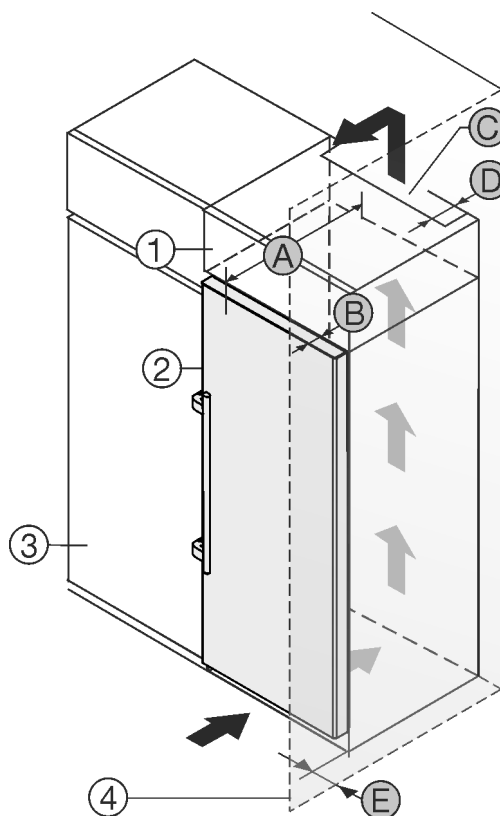

Fig. 1
- (1) Rátétszekrény
- (2) Készülék
- (3) Konyhaszekrény
- (4) Fal
- (A) Készülék mélysége
- (B) Ajtó mélysége
- (C) Szellőzés keresztmetszete
- (D) Készülék hátsó oldalának távolsága
- (E) Távolság a készülék oldalától
A készülék közvetlenül a konyhaszekrény Fig. 1 (3) mellé állítható.
A rátétszekrény hátoldalán egy megadott mélységű Fig. 1 (D) szellőzőaknát kell kialakítani a rátétszekrény teljes szélességében.
A mennyezett alatt be kell tartani a szellőző keresztmetszetet Fig. 1 (C).
Ha a készüléket a zsanérjaival a fal Fig. 1 (4) mellé állítja fel, legalább 57 mm távolságot kell tartani a faltól. Ez a fogantyú túlnyúlásának felel meg, amikor kinyitja az ajtót.
Ahhoz, hogy az ajtót teljesen ki tudja nyitni, a készüléknek a konyhaszekrény első oldalához képest legalább az ajtó mélységének Fig. 1 (B) megfelelően ki kell állnia. A konyhaszekrények Fig. 1 (3) mélységétől és a fali távtartók használatától függően a készülék nagyobb mértékben is túllóghat előre felé.